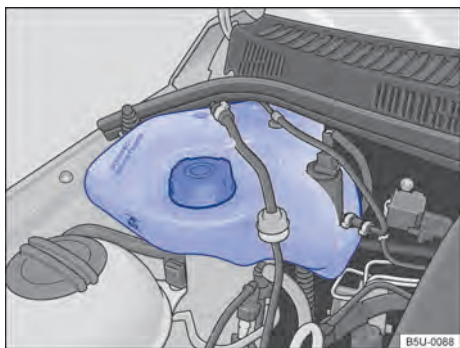

Fig. 158 No compartimento do motor: reservatório de gasolina para o sistema de partida a frio.
O reservatório de gasolina do sistema de partida a frio encontra-se no compartimento do motor, no lado direito → Fig. 158.
- Nunca ultrapassar a marca “MAX” indicada no reservatório → Fig. 158.